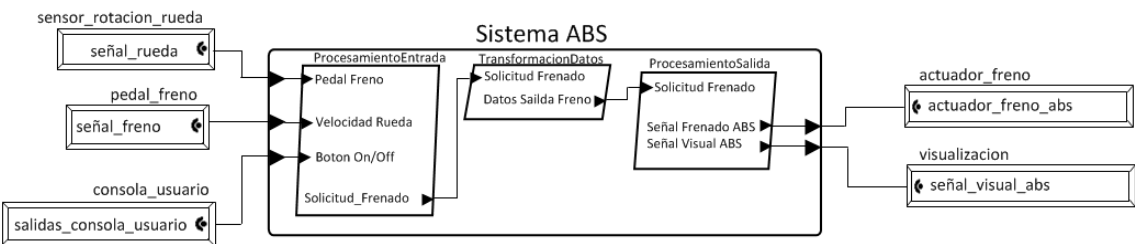

Figura 1. Arquitectura software del Sistema ABS
La Figura 1 muestra la arquitectura software del sistema ABS, con los sensores a la izquierda, los componentes de procesamiento y control dentro del *sistema ABS* y los actuadores a la derecha. En este caso, además de los sensores y actuadores, se ha incluido la consola de conducción donde se encuentran tanto los botones de activación/desactivación del sistema ABS como las señales que indican al usuario que el sistema ABS está actuando en un determinado instante.
**Verifique el cumplimiento del requisito de rendimiento R1** para la arquitectura original que se muestra en la Figura 1. Para ello, **aplique el análisis de tiempo de latencia**. No tienes que realizar los cálculos manualmente, ya que éstos serán automatizados mediante una hoja de cálculo.
**Verifique el cumplimiento del requisito de fiabilidad R2** para la arquitectura original que se muestra en la Figura 1. Para ello, **calcule la tolerancia a fallo del sistema**. No tienes que realizar los cálculos manualmente, ya que éstos serán automatizados mediante una hoja de cálculo.
Si la arquitectura de la Figura 1 **no cumple** el umbral de **Rendimiento R1**, anote la lista de todos los patrones (del Anexo III) que a su juicio podrían ayudar a cumplir dicho requisito.
Si la arquitectura de la Figura 1 **no cumplía** el umbral de **Fiabilidad R2**, consultando el Anexo III, anote la lista de todos los patrones (del Anexo III) que a su juicio podrían ayudar a cumplir dicho requisito.